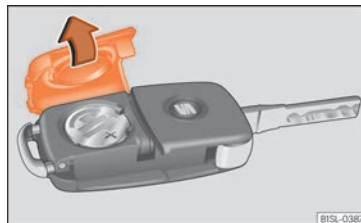

**Fig. 87** Llave del vehículo: tapa del compartimento para la pila.
- Retire la tapa en la parte trasera de la llave del vehículo »» fig. 87 en la dirección de la flecha »» ❶.
- Coloque la tapa tal como se muestra »» fig. 87 y presiónela en la carcasa de la llave del vehículo en sentido contrario a la flecha hasta que encastre.